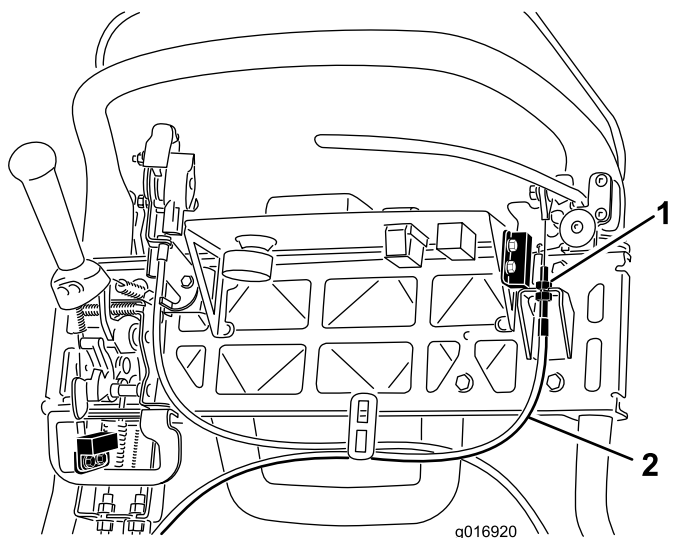

Рисунок 44
3. Для увеличения натяжения троса ослабляйте верхнюю зажимную гайку троса и затягивайте нижнюю зажимную гайку троса (Рисунок 44) до тех пор, пока усилие на рукоятке рычага тормоза, требуемое для отпускания фиксатора стояночного тормоза, не составит 156 Н. Во избежание прихватавания ленточного тормоза не допускайте чрезмерного натяжения троса.